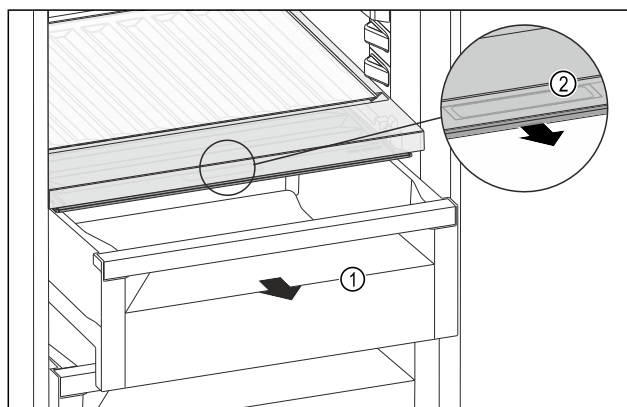

Fig. 228
- ▶ Húzza ki a fiókot Fig. 228 (1).